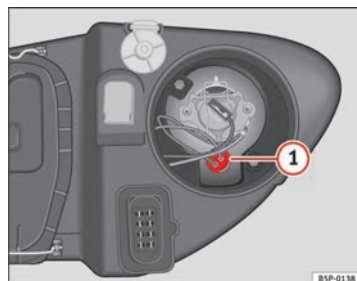

Fig. 188 Feux de position
- Retirez la douille d'ampoule ⇒ fig. 188 **1** vers l'extérieur.